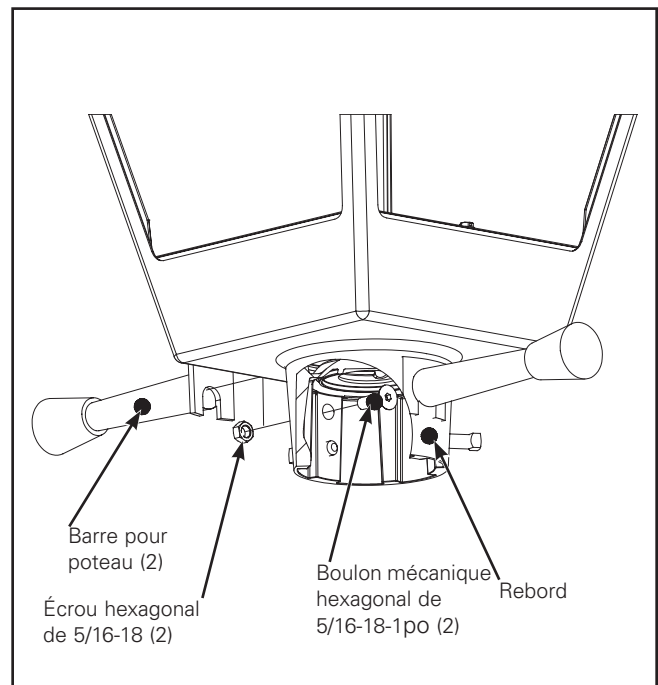

Figure 7.
4. Serrez le boulon mécanique hexagonal à partir de l'intérieur de la base du luminaire. (Figure 7.)